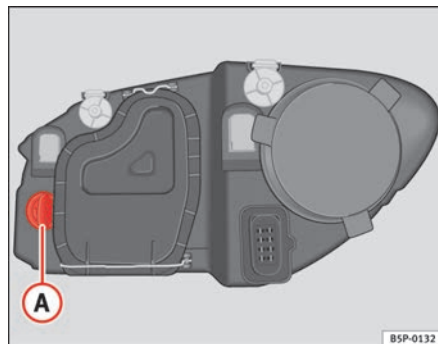

Fig. 183 Lâmpada das luzes intermitentes
- Rodar o porta-lâmpadas ⇒ fig. 183 A para a esquerda e puxar.